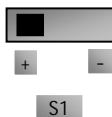
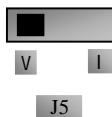

图 4-6
图 4-7
- (7) QC2000 控制板端子附近有一拨动开关 S1，如图 4-6，S1 选择 AI1 通道的电压输入范围，拨到“+”端，AI1 的输入范围是 0~10V，拨到“-”端，AI1 的输入范围是 -10~10V，具体拨码开关的对应位置，15kW 及以下功率见表 4-2，18.5kW 及以上功率见表 4-3。
- (8) 闭合 OP3 开关，电机开始正向运转；
- (9) 在运行中，可调节设定电位器，修改变频器当前设定频率；
- (10) 在运行中，断开 OP3 开关，再闭合 OP4 开关，电机运行方向改变；
- (11) 断开 OP3 开关和 OP4 开关，电机减速，直到停止运行；
- (12) 断开空气开关，变频器断电。
- (13) QC2000 有两路模拟量输出端子 A01、A02，A02 端子只可以输出电流信号；A01 端子既可以输出电压信号也可以输出电流信号，电压电流输出选择开关是 J5，见图 4-7，A01 输出关系如表 4-4。